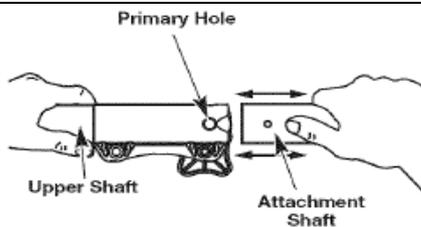

Рис. 4
2. Прочно удерживая косу или другое навесное оборудование, вставьте его в универсальную муфту. Кнопка фиксатора должна защелкнуться в основном отверстии (Рис. 4).
3. Придерживая косу или другое навесное оборудование, извлеките его из универсальной муфты (Рис. 4).